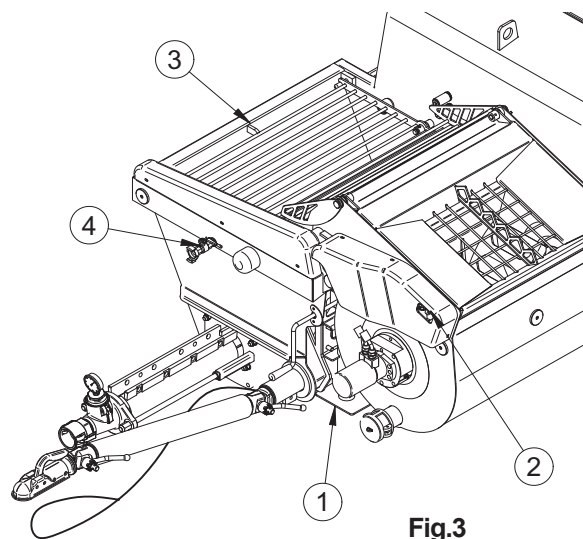

Fig.3
8. TRASPORTABILITÀ e TRAINABILITÀ' (Fig.3)
Piazzare la macchina posizionando correttamente il piede di stazionamento (Fig.3 Rif.1). Bloccare le ruote.
! - Attenzione! Il terreno sul quale poggia la macchina non deve essere orizzontale e non cedevole, ed in particolare deve essere ben solido il punto di appoggio del piedino di stazionamento (Fig.3 Rif.1) per non pregiudicare la stabilità della macchina durante l'utilizzo. Controllare che sia azionato il dispositivo di bloccaggio della griglia del mescolatore (Fig.3 Rif.2) e della tramoggia (Fig. 3 Rif.3).
Prendere i tubi del materiale, controllare che siano in buono stato, che i raccordi siano integri e le relative guarnizioni presenti, collegarli al collettore di mandata e alla lancia spruzzatrice. Controllare che le leve a camme (A) dei raccordi siano correttamente serrate e che la guarnizione (B) sia presente come in Fig.4A. Aprire il rubinetto dell'aria della lancia spruzzatrice (Fig.5, Rif. 1). Aprire il rubinetto dell'aria alla macchina (Fig.3, Rif.4).